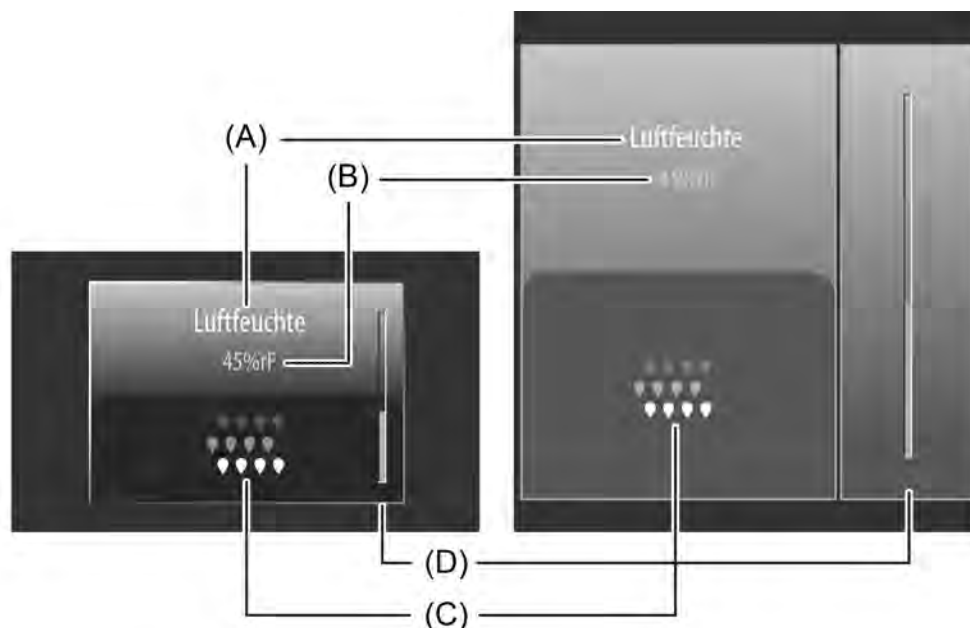

Bild 42: Beispiel für Bedien- und Anzeigeelement der Kanalfunktion "Wertgeber 2 Byte"
Der Anzeigebereich enthält verschiedene Darstellungselemente (Bild 42), die durch ETS-Parameter beeinflusst werden. Jedem KNX Kanal kann in der ETS eine Bezeichnung vergeben werden (A). Diese Text-Bezeichnung wird im Anzeigeelement zentriert zur Anzeige gebracht, wodurch steuerbare KNX Funktionen für den Anwender kenntlich gemacht werden (z. B. "Luftfeuchte"). Zusätzlich wird unterhalb der Bezeichnung ein Statuswert (B) eingeblendet, der abhängig vom Objektwert der Wert-Rückmeldung eines Aktors Werte im Klartext anzeigt (z. B. "45%rF"). Es ist möglich, den im Display angezeigten Wert um eine Einheit zu ergänzen. Der Text für die Werteinheit (im Beispiel "%rF") wird in der ETS parametrierbar. Solange nach einem Geräteset noch kein Rückmeldungs-Objektwert empfangen wurde, zeigt der Statuswert "---" (ergänzt um die Einheit) an. Die Anzeige des durch das Wert-Rückmeldeobjekt empfangenen Gleitkommawerts ist durch ETS-Parameter formatierbar. So können die Anzahl der Nachkommastellen festgelegt und optional Verstärkungsfaktoren und Wertoffsets konfiguriert werden (siehe "Objekte" weiter unten).